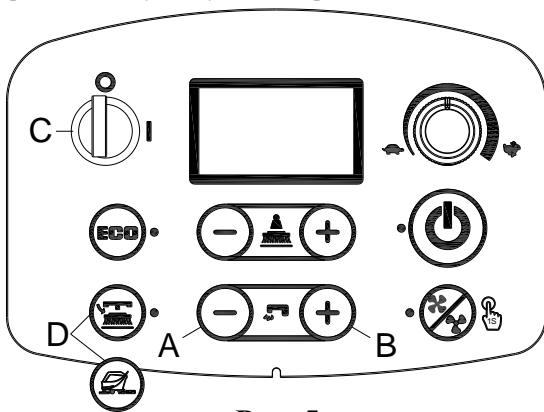
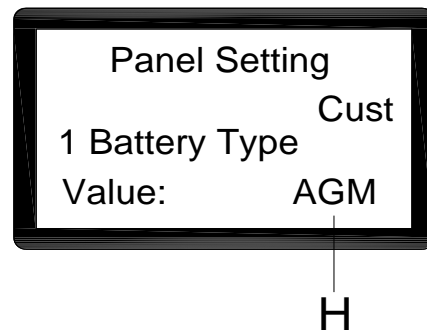

Рис. 5
Рис. 6
1. Нажмите кнопки потока воды «+» (А, Рис. 5) и «-» (В, Рис. 5) одновременно.
2. Вставьте ключ зажигания (С, Рис. 5) и поверните его в положение «I».
3. Через несколько секунд экран перейдет в режим выбора батареи (Рис. 6)
4. Нажмите кнопки потока воды «-» (А, Рис. 5) и «+» (В, Рис. 5) для выбора режима батарей (Н, Рис. 6)
5. Нажмите кнопку отпускания для версии диска или кнопку подготовки пола для орбитальной версии (D, рис. 5), Через 3 секунды отобразится сообщение «Update OK» (Обновление выполнено), что означает, что настройка установлена успешно. Включите машину для повторного запуска. (С, Рис. 5)